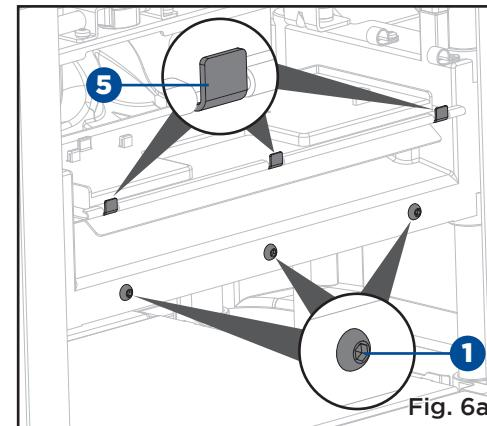

Fig. 6a
**INSTALLATION DE LA BOUCHE D'ÉVACUATION (Fig. 6a-6d)****Desserrez les vis**
- À l'aide de la clé hexagonale (inclusa), desserrez les trois vis marquées (1) situées à l'arrière de la tête de coupe, mais ne les enlevez pas.
- Alignez les trois encoches (2) de la bouche d'évacuation (3) avec les trois vis desserrées (1).
- Alignez les trois fentes (4) avec les trois crochets (5) sur la machine. Si la bouche d'évacuation est un peu déformée, vous devrez peut-être appliquer un peu de pression pour vous assurer que les fentes et les crochets correspondent bien.